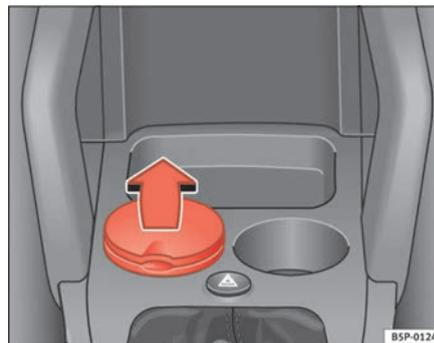

Fig. 115 Cenicero alojado en portavasos delantero
- Para abrir el cenicero, levante la tapa ⇒ fig. 115.